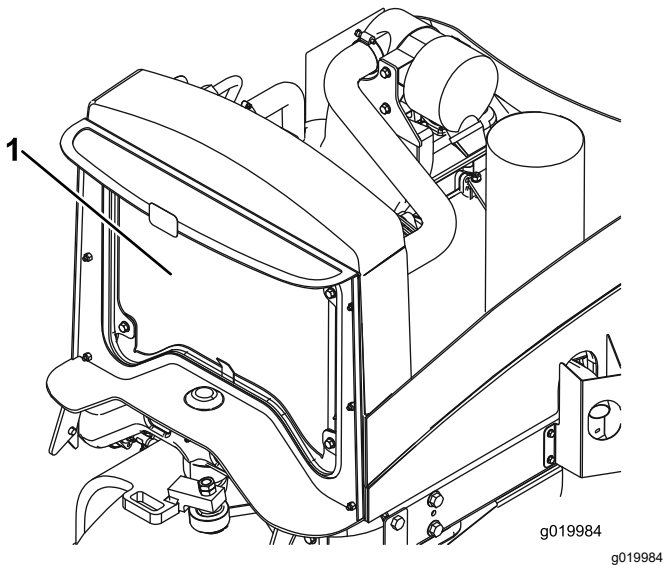

Figure 62
4. Nettoyez soigneusement les deux côtés du radiateur à l'air comprimé (Figure 62).